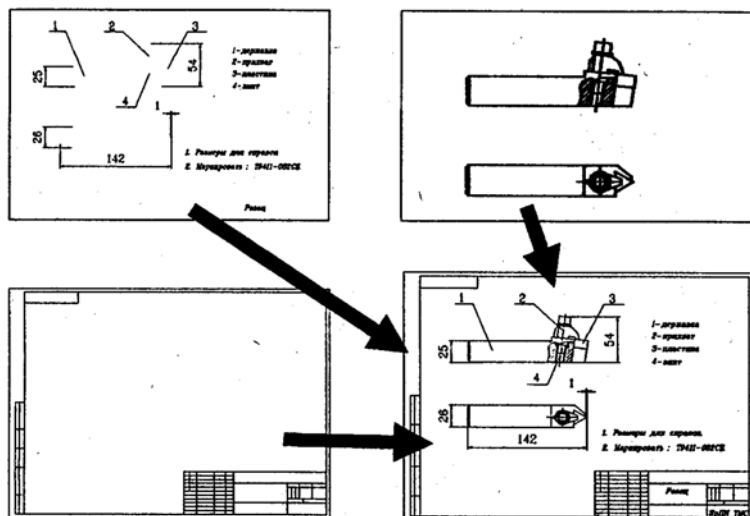

Рис. 5.11. Чертеж формируется на трех слоях
• **Слой.** Чертеж может состоять из объектов, размещенных на разных слоях — как на отдельных, но совмещенных листах кальки. Например, на одном слое (рис.5.11) изображается деталь, на другом — размеры, на третьем — рамка и штамп. Слой, на котором в данный момент создается изображение, называется текущим (current). Каждый слой может иметь свой цвет, тип линии, может быть включенным (видимым) или выключенным (невидимым). Все это выполняется командой из корневого меню: